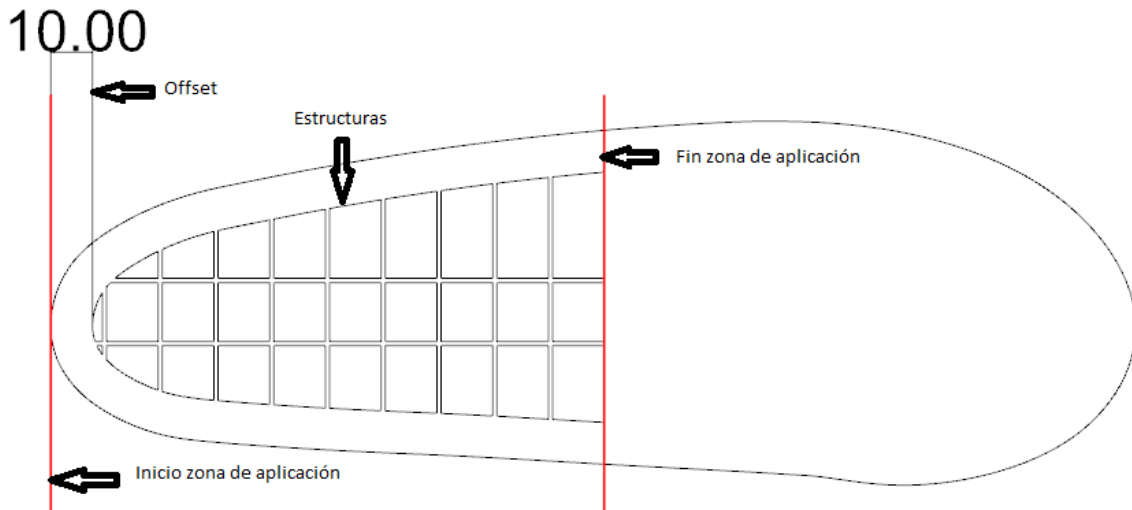

Figura 4 – Ejemplo de estructuras 2D
- **Offset:** Establece un offset o espacio entre el contorno y las estructuras. En el ejemplo de la figura 4 tenemos un offset de 10.